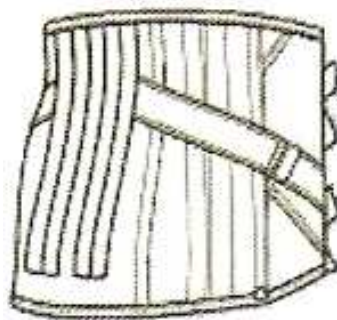

Figure 25 : CML montante au dos avec tirants hypogastriques ⁽⁵⁶⁾
- CML montante au dos et munie de diverses adjonctions apportant un soutien hypogastrique (cf. supra.). Prévues dans les cas d'insuffisance de la musculature abdominale et en particulier l'obésité afin de soulager le dos et maintenir la proéminence abdominale. Les adjonctions peuvent être une patte hypogastrique avec tirants (MN ou GM), une sangle intérieure, un tirant hypogastrique ou bride de rappel lombo-sacrée, etc. (Figure 25) ;